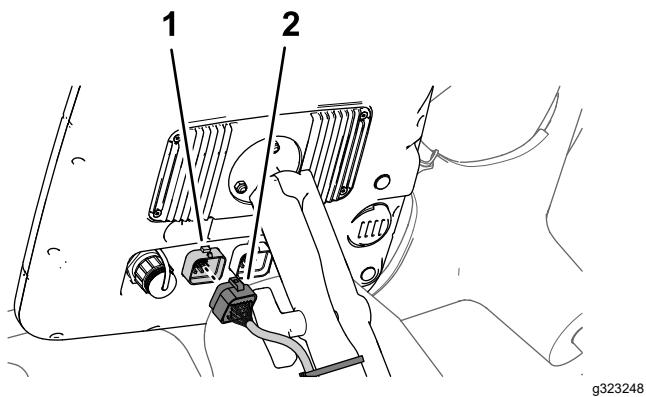

Figura 14
- Alinee el conector hembra de 26 vías de la rama del arnés de datos con el conector de 26 pinos del monitor de fumigación y presione el conector hembra contra el conector macho hasta que el conector se enganche firmemente (Figura 14).